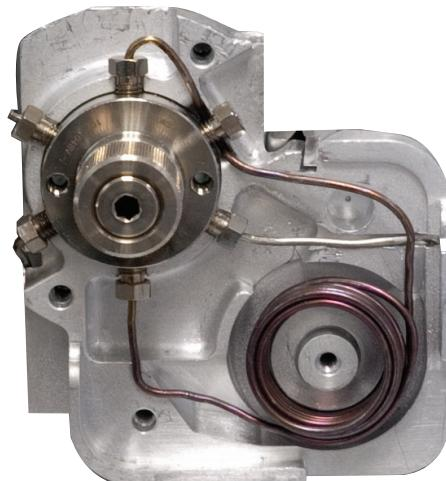

Figura 21. Colocación correcta del loop de muestra en el bloque del loop de muestra
- 12 Con el loop de muestra frente a la válvula de 6 puertos, conecte ambos extremos del nuevo loop de muestra a las posiciones 1 y 4 como se muestra en la Figura 21.
- 14 Rote el loop de muestra hacia el bloque del loop de muestra (a la derecha). Levante el extremo superior del loop de muestra por encima y detrás de la conexión 5 de la válvula. Continúe rotando el loop de muestra hasta que se ajuste a la conexión empotrada del bloque del loop de muestra, como se muestra en la **Figura 21**.